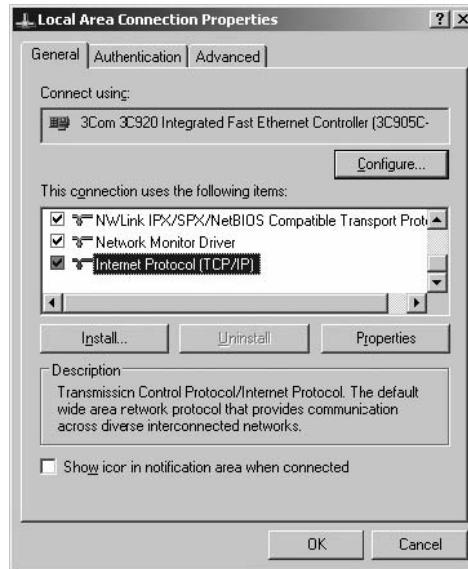

Figura 13: proprietà della connessione alla rete locale
3. Fare click sul pulsante **Properties** (*Proprietà*) per aprire la finestra che visualizza le proprietà della connessione (Figura 13).